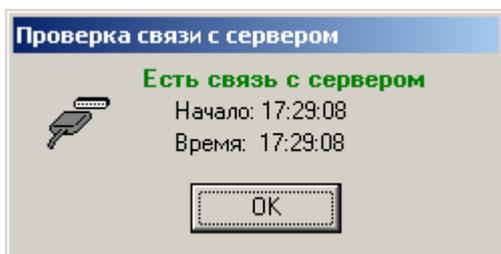

Рис. 6.7.7.1. Вид окна “Проверка связи с сервером”.
► Рассмотрим работу в режиме одного источника (все данные поступают от единственного КС). Появится окно, изображенное на рис. 6.7.7.1.